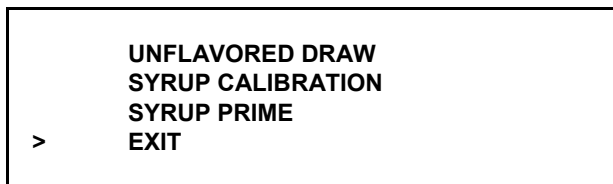

Рис. 198
**Примечание:** на экране будут показаны варианты меню калировки. (См. рис. 198.)